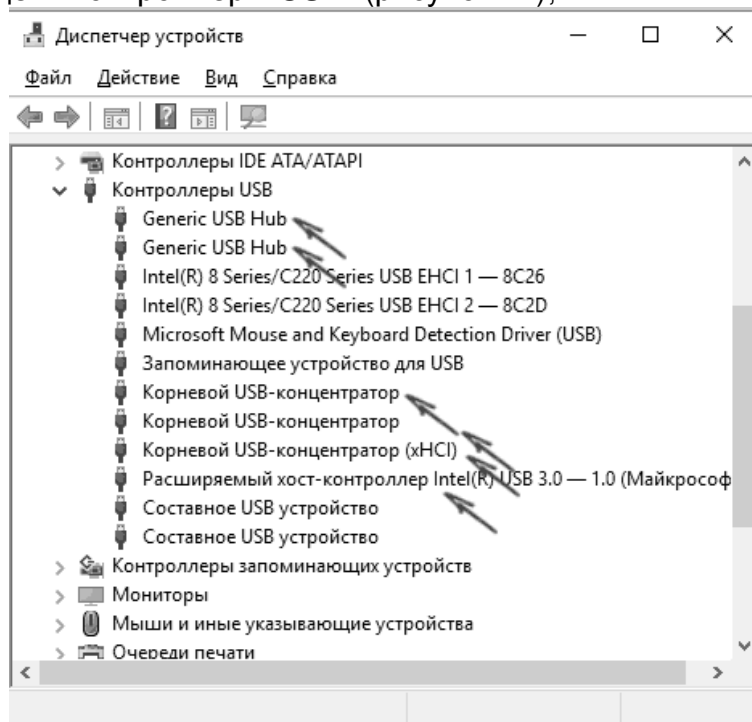

Рисунок 21
- открыть раздел "Контроллеры USB" (рисунок 21);